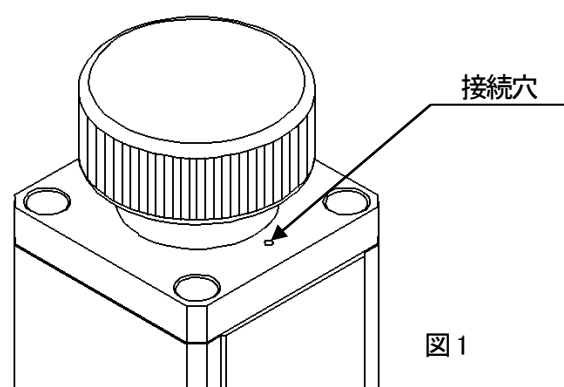

図 1
⑤ 周囲環境について
⑥ 選定について
- ベローズ内部は大気と直接接続しています。ベローズ内部と大気との接続穴(ハンドル直下の穴)は塞がないようにご使用ください。(図1 参照)
⑦ 本製品が故障した際に人や物などに悪影響を与えないよう、予め必要な措置を施してください。